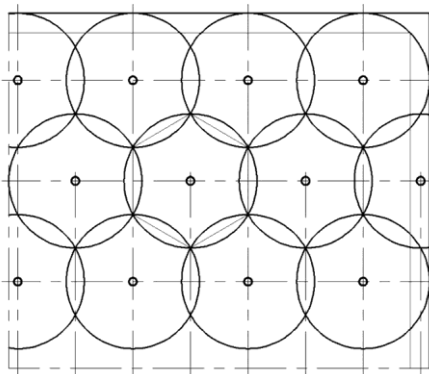

Рис. 3. Шахматный способ расстановки модулей
** При использовании конфигурации защищаемой площади круглой формы, которая представляет собой фигуру, описанную вокруг квадратов, представленных в табл.3 и табл. 4, использовать шахматный порядок расстановки модулей (рис. 3). Установку модулей рекомендуется выполнять в шахматном порядке, если линейные размеры защищаемой зоны кратны радиусу R. В этом случае конфигурация расчетной площади представляет собой вписанный в окружность шестиугольник, в наибольшей степени приближающийся по форме к площади круга.